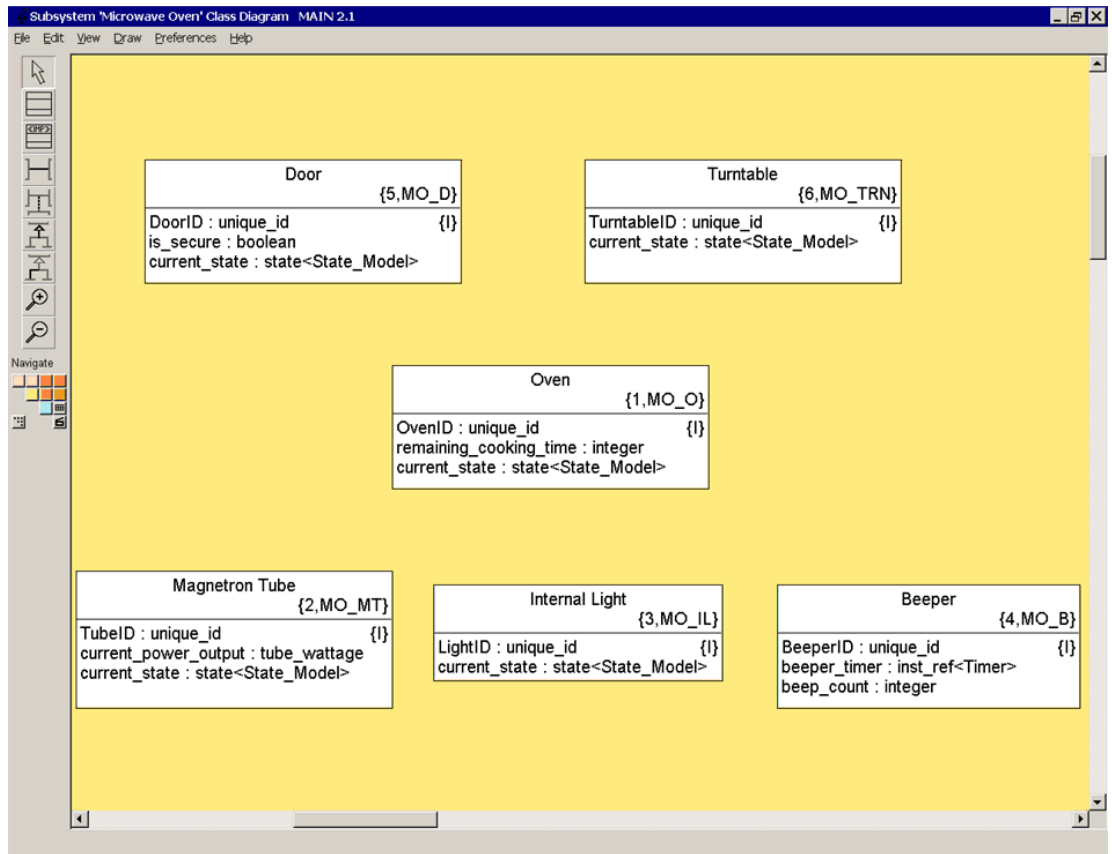

図 5-11: クラスが定義されたクラス図（関係なし）
- 以下に示されている残りのクラスと属性を追加します。図 5-11 は、指定がすべて終了した後のクラス図の状態を示しています。必ず、クラスのキー文字列を指定してください。最終的なクラス番号は、新しいクラスをダイアグラムに追加するときの順番によって、変わる可能性があります。クラス、属性、およびプロパティは次のとおりです。